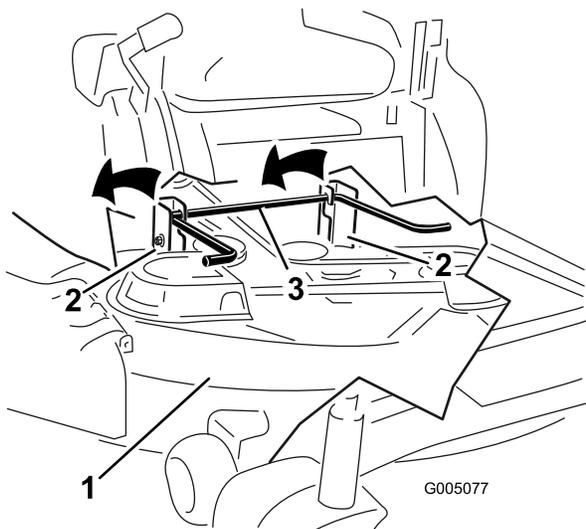
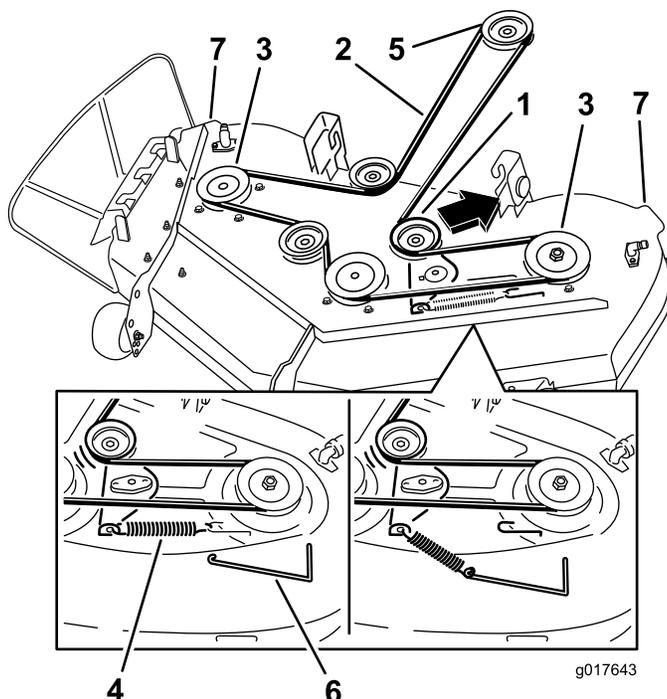

Figura 61
Figura 62
5. Usando las asas de la carcasa de corte, eleve la carcasa de corte y separe ésta y las pletinas de suspensión de la varilla de elevación trasera; luego baje el cortacésped con cuidado al suelo (Figura 61 y Figura 62).
- Usando una herramienta para la retirada de muelles (Pieza Toro N° 92-5771), retire el muelle tensor del gancho de la carcasa para eliminar la tensión de la polea tensora, y retire la correa de las poleas (Figura 62).
- Pase la correa nueva alrededor de las poleas del motor y del cortacésped (Figura 62).
- Usando una herramienta para la retirada de muelles (Pieza Toro N° 92-5771), instale el muelle tensor sobre el gancho de la carcasa y tense la polea tensora y la correa (Figura 62).
5. Eleve la parte trasera de la carcasa de corte y coloque las pletinas de suspensión sobre la varilla de elevación trasera (Figura 61).